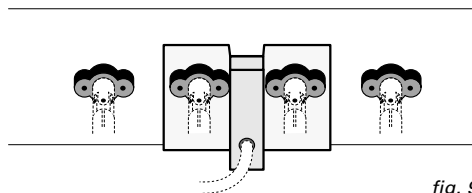

fig. 9
5. Schroef de bevestigingsplaat en de cardanhouders weer vast op het dashboard (zie fig. 9). Let op de juiste montagepositie van de cardanhouders.